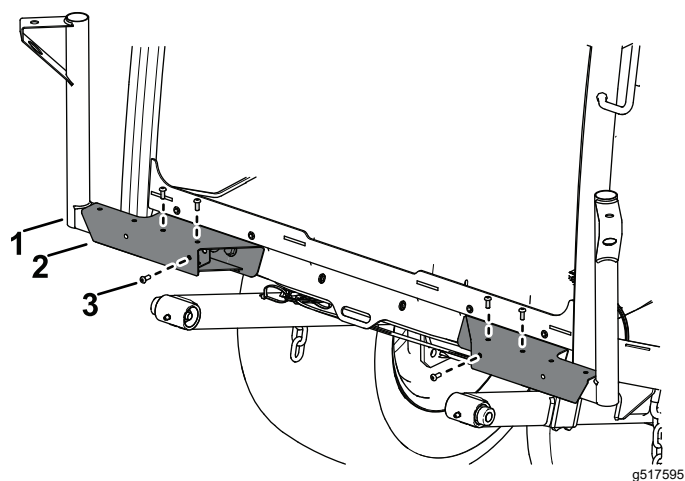

Figura 15
2. Fixai suportul luminii din stânga i suportul luminii din dreapta pe bazele pentru lumini folosind 3 uruburi cu cap semirotund ($\frac{1}{4} \times \frac{5}{8}$ ") prin piuliile de viteză de pe fiecare parte (Figura 15).